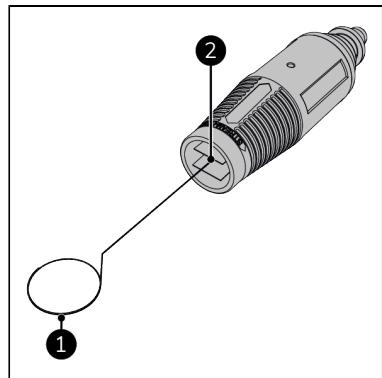

Abbildung 65.
4. Reinigen Sie die Düse mit dem Reinigungsstift (Abbildung 65, Pos. 1).